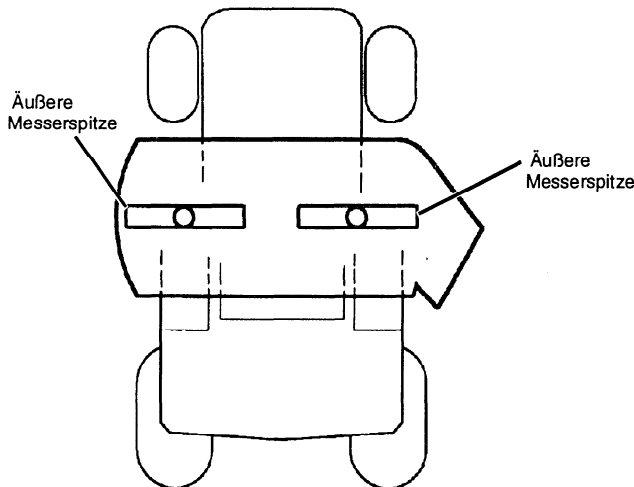

ABBILDUNG 43
- Höhe von der ebenen Oberfläche zur äußeren linken und rechten Messerspitze messen (siehe Abbildung 43). Der Unterschied zwischen den Messungen sollte **6 mm** nicht überschreiten.